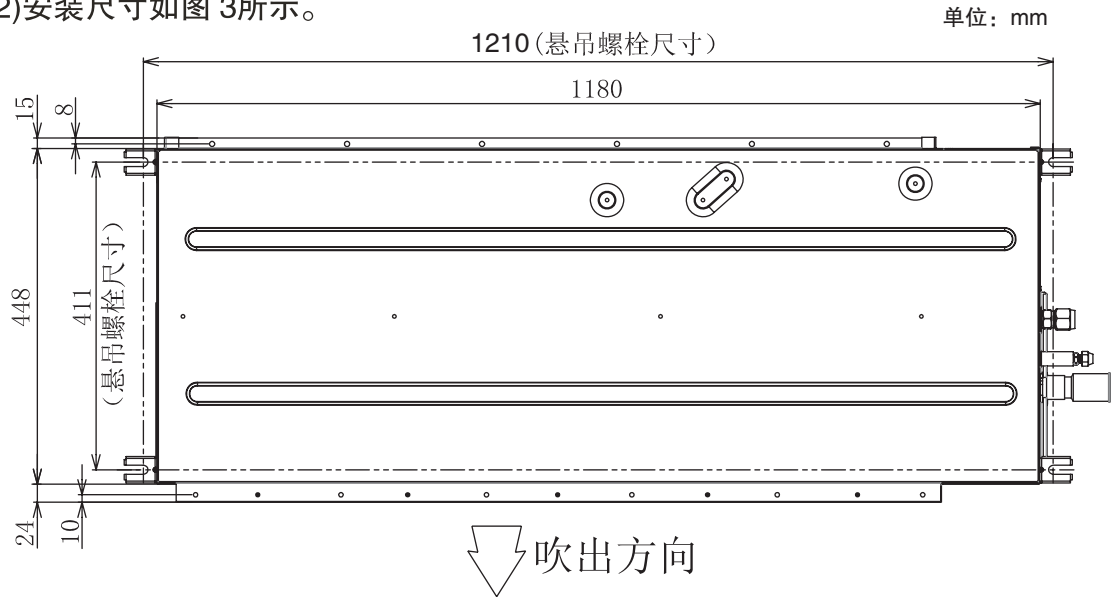

图3 悬吊螺栓
- (1) 标示悬吊螺栓位置、制冷剂管连接位置和排水管连接位置。
(2) 安装尺寸如图 3所示。